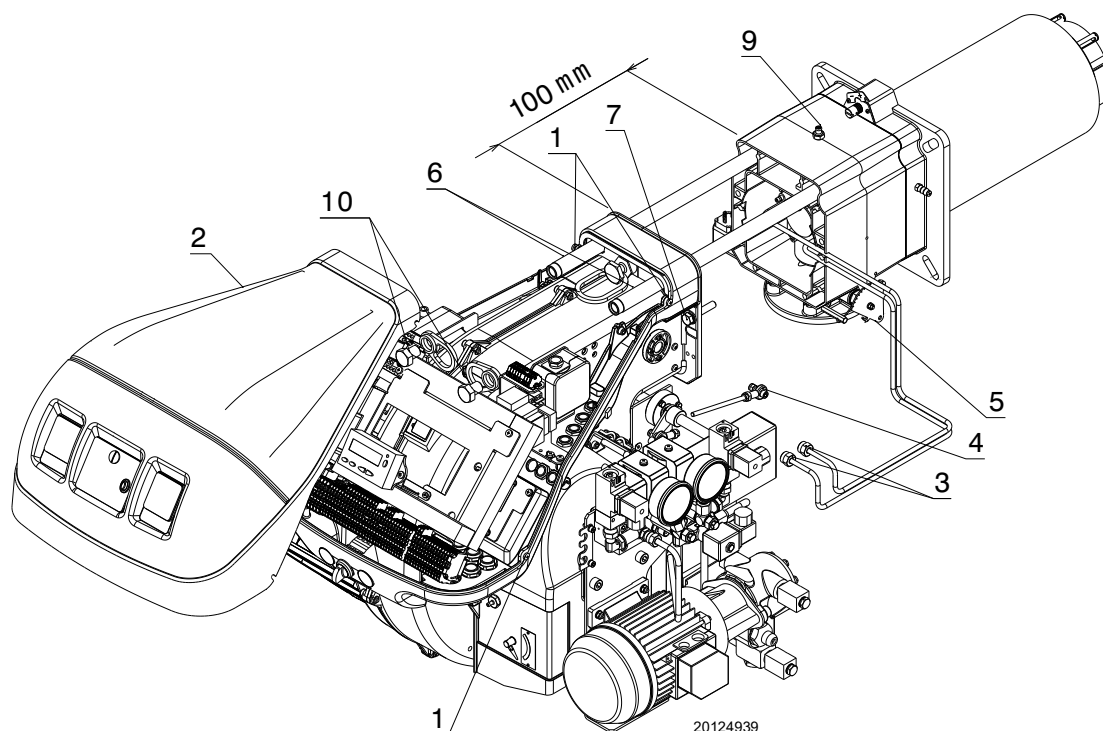

Рис. 52
- Ослабьте 4 винта 1)(Рис. 52) и снимите кожух 2).
- Демонтируйте оба удлинителя с направляющих 6)(Рис. 52).